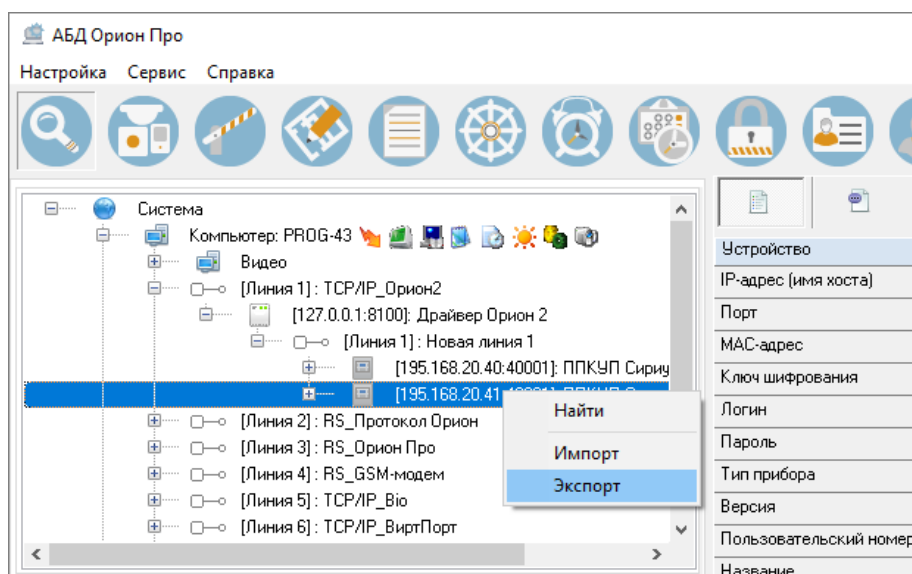

Рисунок 6-962 Инициализация экспорта конфигурации из БД в ППКУП "Сириус" через контекстное меню
- б) нажмите правой клавишей мыши на ППКУП «Сириус», в который необходимо экспортировать конфигурацию, после чего в появившемся контекстном меню выберите пункт «Экспорт» (см. Рисунок 6-962);